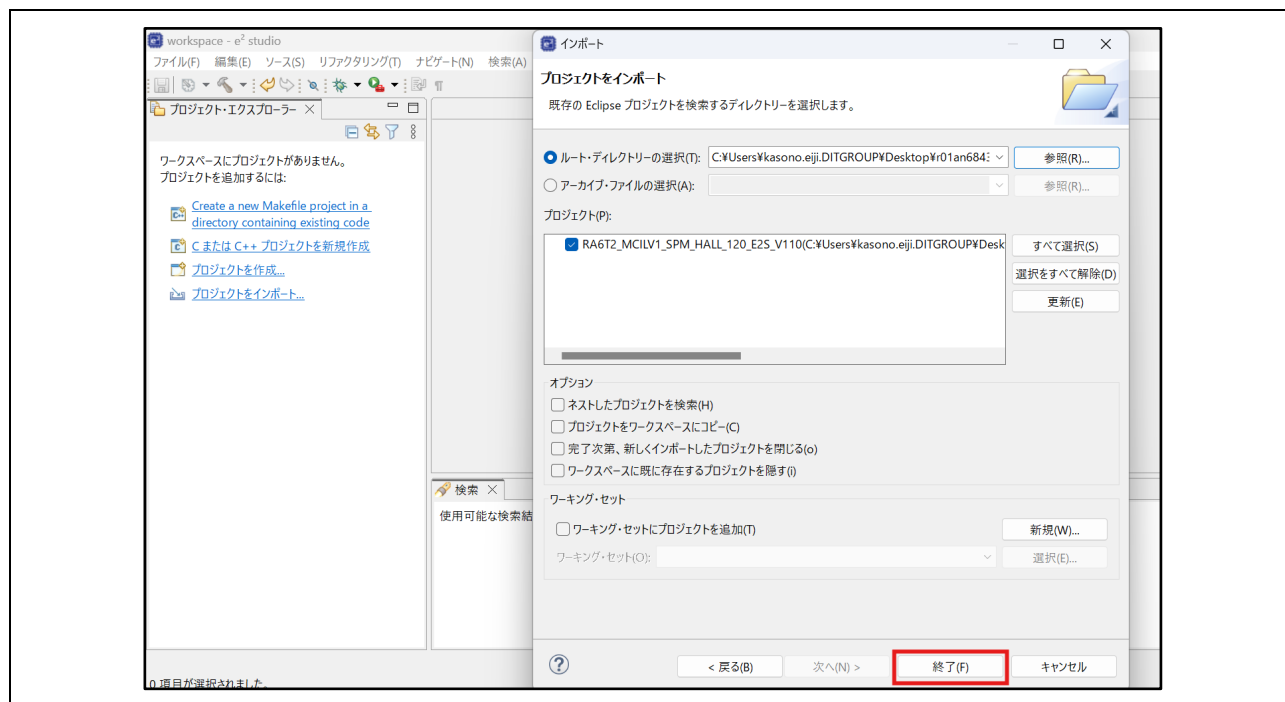

図 6-10 ターゲットファイル指定(6)
6. 正しくターゲットプロジェクトが読み込まれると図 6-10 のようになるので、確認して〈終了〉を左クリックします。